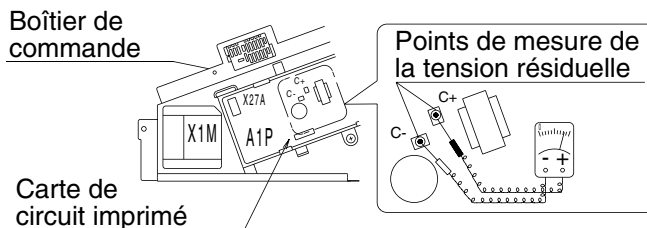

Fig. 3
- Après avoir ouvert le couvercle du boîtier de commande, mesurer la tension résiduelle entre les points indiqués sur la **Fig. 3** de la carte de circuit imprimé à l'aide du testeur sans toucher la pièce sous tension, puis vérifier que la tension résiduelle est de 50 V c.c. ou moins.